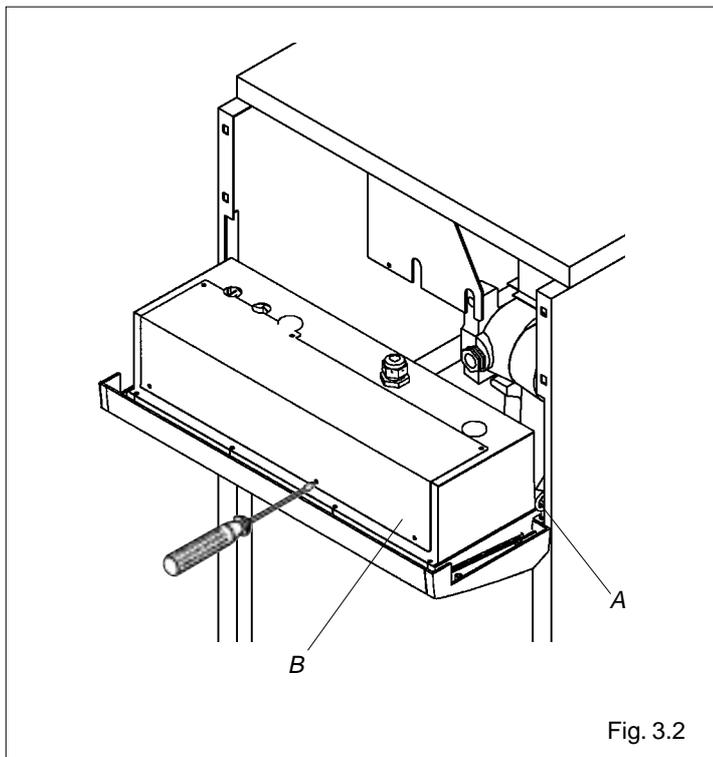

Fig. 3.2
- engancharlo, girado 90°, a los laterales de los paneles utilizando los correspondientes ganchos (A) (fig. 3.2)
- desenroscar con un destornillador los tornillos de fijación de la tapa (fig. 3.2)
- quitar la tapa (B) (fig. 3.2)
- abrir el panel de mandos (fig. 3.2)